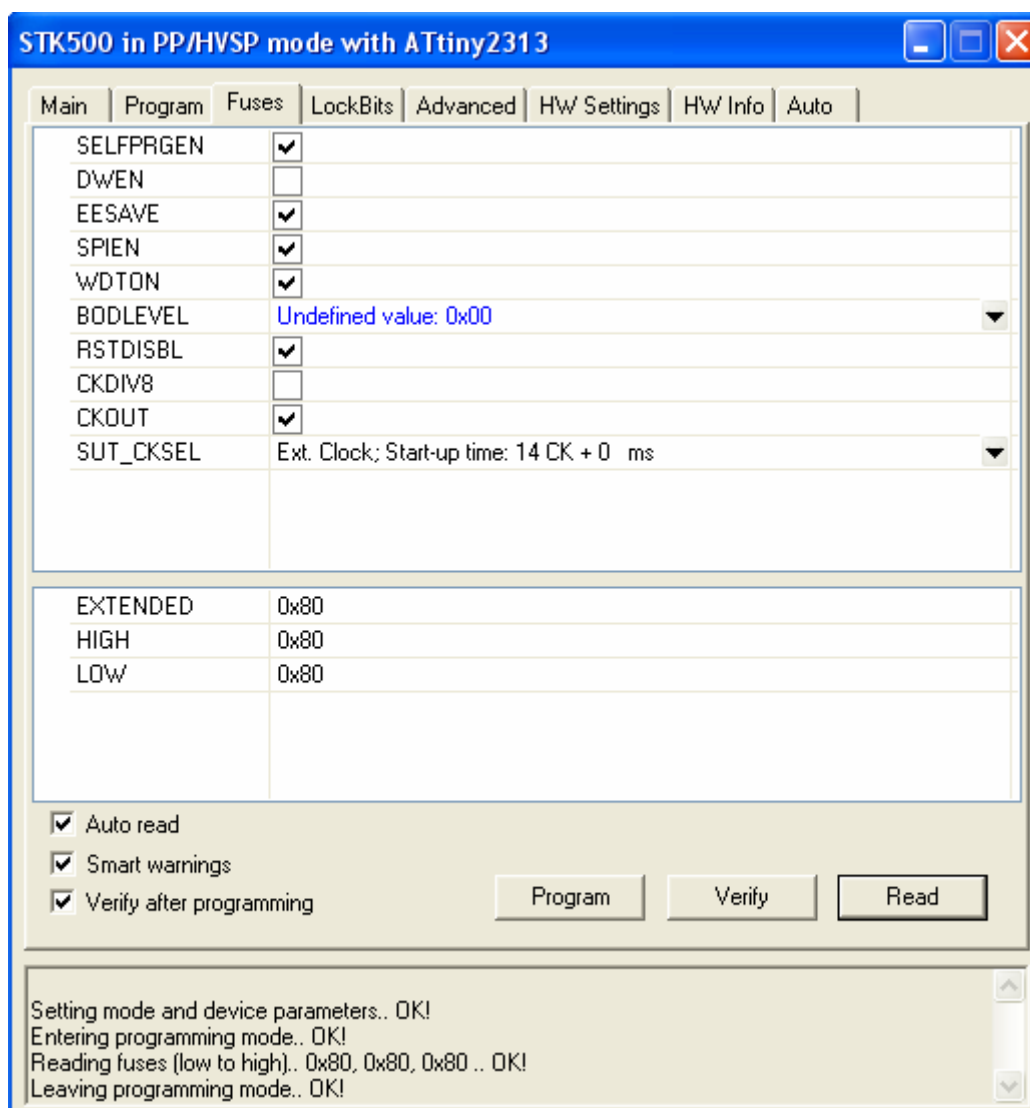

Рис. 12
Вкладка Fuses изображена на рис. 12.
- не обращая внимания на предупреждения, перейти во вкладку Fuses рис. 12;